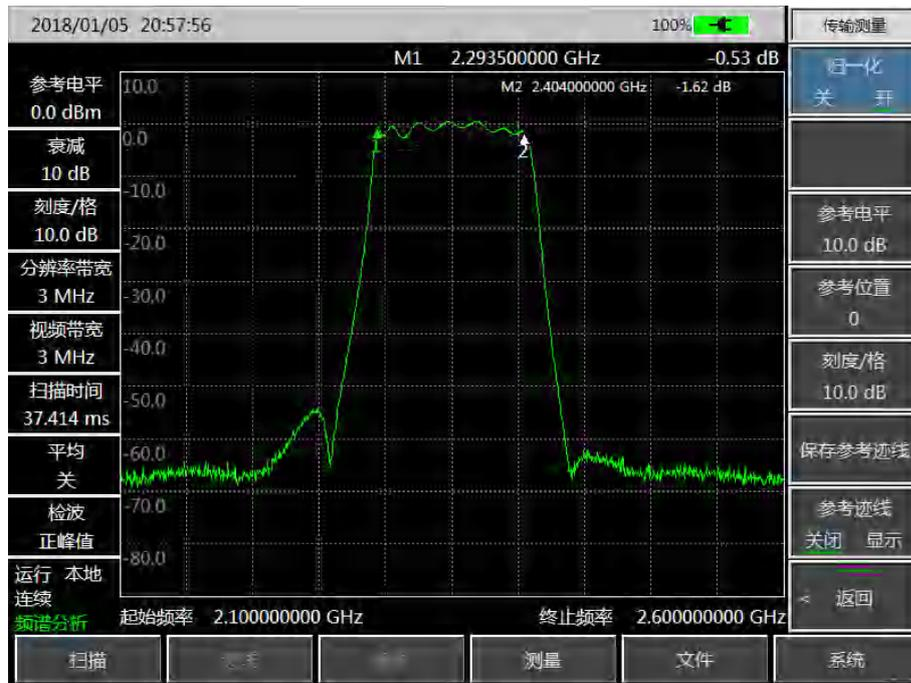

图 4-27 2.3GHz~2.4GHz 的带通滤波器的幅频特性示意图
2.3GHz~2.4GHz 的带通滤波器的幅频特性示意图如下图 4-27 所示：